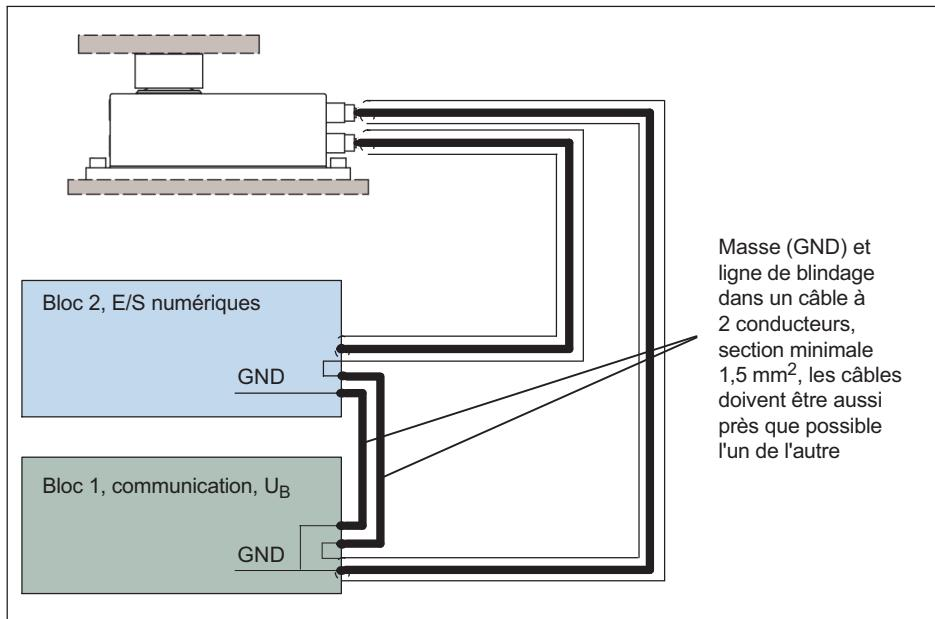

Fig. 7.2 Raccordement des potentiels GND en cas de blocs fonctionnels séparés
1. Les blocs fonctionnels, c'est-à-dire la partie numérique pour les sorties de commutation et la partie pour l'alimentation en tension de fonctionnement et l'interface, sont placés à des endroits différents (Fig. 7.2).
1,5 mm². Les différentes lignes ne doivent cependant pas suivre des chemins différents, mais au contraire être situées très près les unes des autres et être de même longueur. La longueur totale d'un conducteur ne doit pas dépasser 10 m (*Fig. 7.2*).